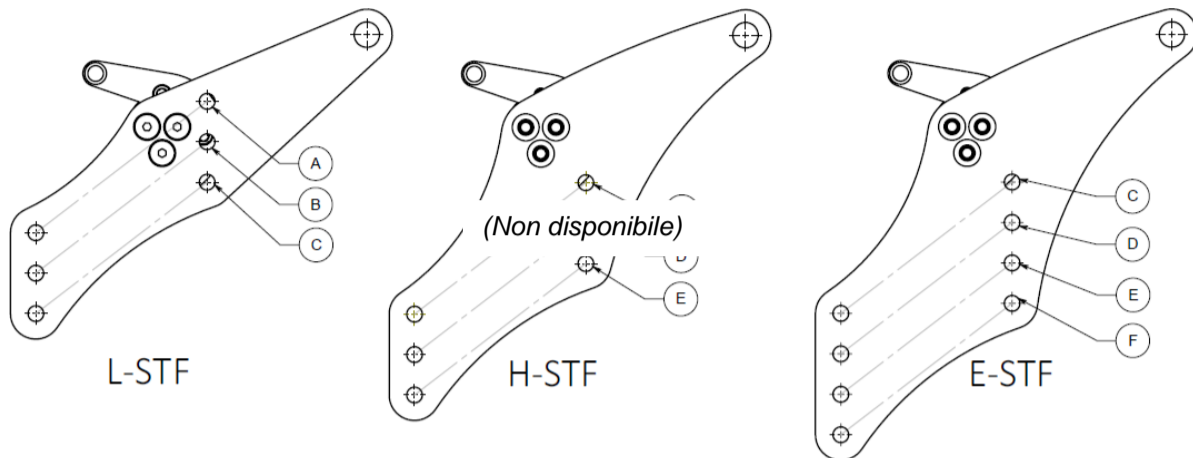

Fig. 15.8 Posizioni della carrozzina Bentley
4. Ricollegare il telaio sotto-seduta al telaio inferiore. Sono disponibili varie opzioni di altezza seduta per ogni carrozzina. Si veda Fig. 15.8, Tabella 15.1 e Tabella 15.2. Una volta allineati i fori del telaio sotto-seduta, del telaio inferiore e dello spessore, inserire il bullone su ogni lato del telaio. Tale operazione faciliterà l'allineamento dei telai. A questo punto, reinserire anche il bullone che collega il telaio superiore su entrambi i lati.